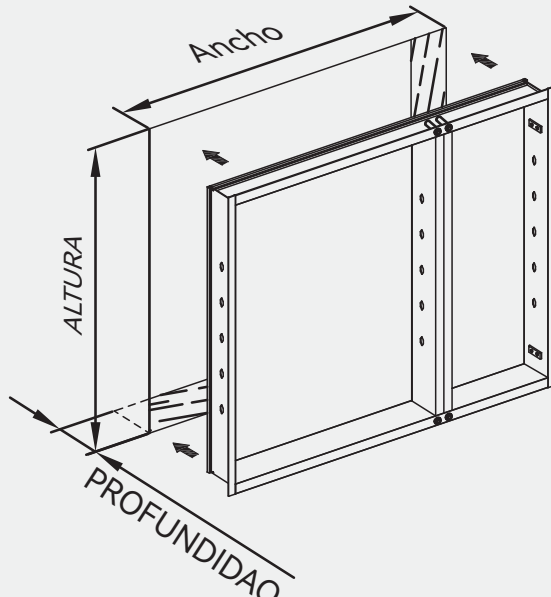
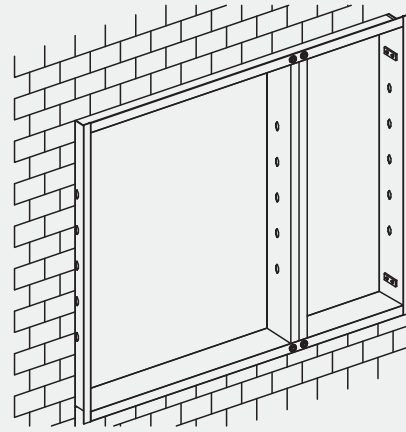

Fig 3
Fig 4
2. Asegúrese de que las bisagras estén en el lado correcto de la abertura para una operación con la mano izquierda o derecha. Coloque la caja del gabinete en la abertura bruta. Para instalaciones completamente empotradas, asegúrese de que el faldón del gabinete cubra la abertura bruta de manera uniforme alrededor (Fig 3). Para aplicaciones semiencastradas, los bordes del espejo deben estar alineados con la superficie de la pared (Fig 4). Use calces según sea necesario.